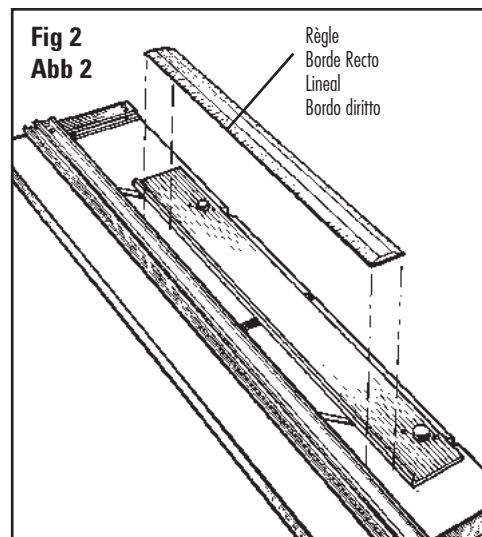

Fig 2
3. Coloque una regla o borde recto entre la Guía de la Lámina Perimétrica y el Carril Guía. (Fig. 2)
3. Posizionare un righello o un bordo diritto tra la guida del passepartout e la rotaia di guida. (Fig. 2)